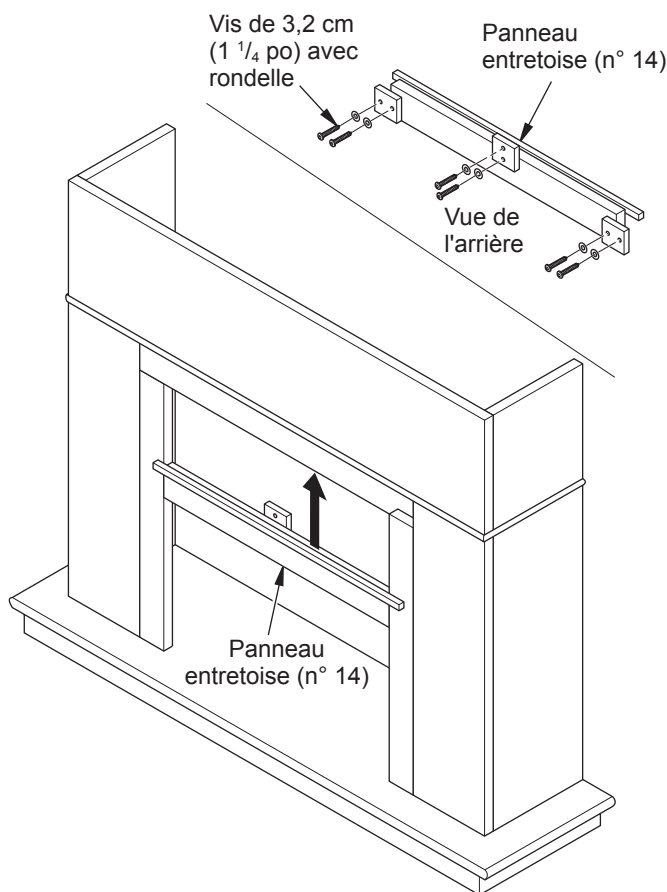

Figure 4 - Montage du panneau entretoise Style Selections
1. Placez le panneau entretoise Style Selections (n° 14) en position devant le manteau avec une baguette de finition sur le joint de couverture extérieure entre le panneau entretoise et le manteau (voir figure 4).
2. Tandis qu'une personne maintient en place le panneau entretoise, fixez le panneau (n° 14) à la base du côté du linteau du manteau en utilisant 3 blocs entretoise n° 15 et six vis de 3,2 cm (1 1/4 po) et des rondelles (voir figure 4). Ne serrez pas les vis.